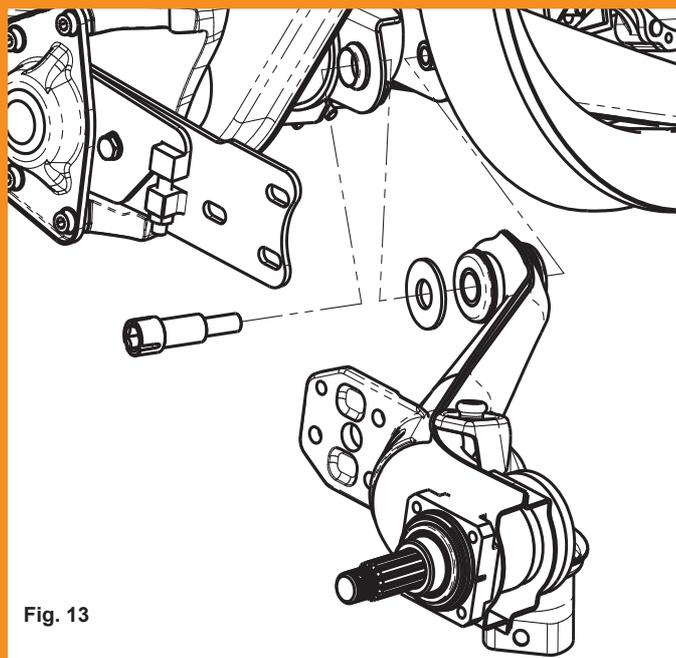

Fig. 13
- As shown in Fig. 13 the IRS-arm can now be installed on the clamps which have been installed in step 4.1. Contrary VW specifications the CSP-IRS-Kit will only need one shim between the head of the IRS-bolt and the IRS-arm.
- Setzen Sie je einen der vorbereiteten Schräglenker in die in Schritt 4.1 montierten Aufnahmen (siehe Fig. 13). Entgegen der Montagevorschriften seitens VW wird bei dem CSP Schräglenkerumbausatz nur eine